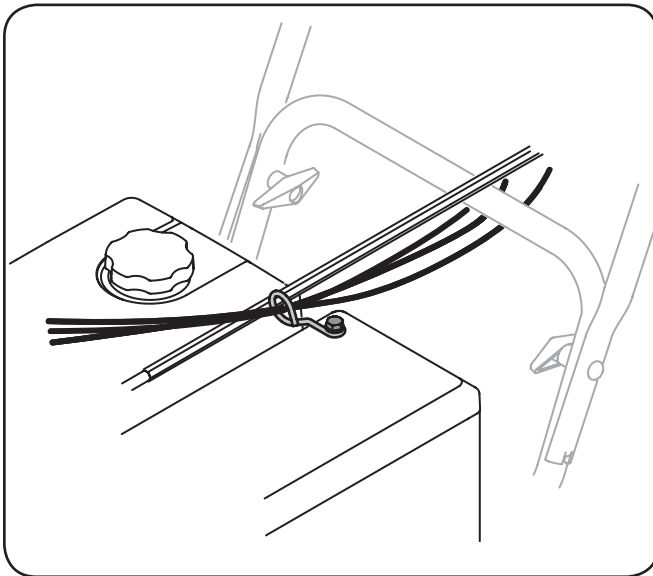

**Figura 3-9**
7. Empuje la varilla hacia el panel de control hasta que el orificio en la varilla hexagonal se alinee con el orificio en la entrada de control del canal lo más cerca posible del cabezal de control del canal e inserte el pasador de chaveta. Vea la Figura 3-9.